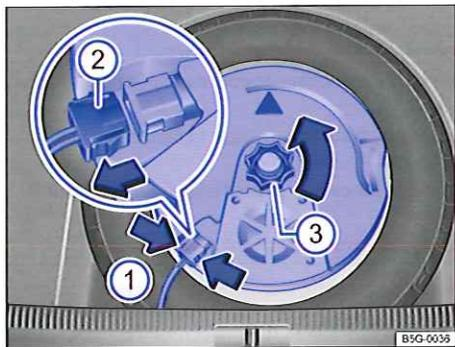

Fig. 244 Dans le coffre à bagages : dépose du caisson de graves
- Pour déverrouiller la fiche  $\Rightarrow$  fig. 244 ②, comprimez les ergots de fixation  $\Rightarrow$  fig. 244 (flèches ①).
- Débranchez la fiche ② puis posez le câble électrique débranché sur le côté.
- Dévissez la molette ③ en la tournant dans le sens inverse des aiguilles d'une montre (flèche).